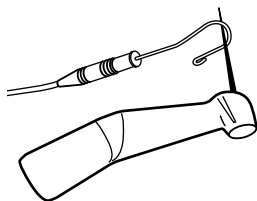

Abb. 7 Aktivieren des Apexlokators mit Lippenclip und Feile im VDW 6:1 Winkelstück
3. Um den Apexlokator einzuschalten, bringen Sie den Lippenclip mit der Feile für die Dauer von etwa 3 Sekunden in Kontakt. **Berühren Sie dabei nicht den Stopper!** Siehe Abb. 7.